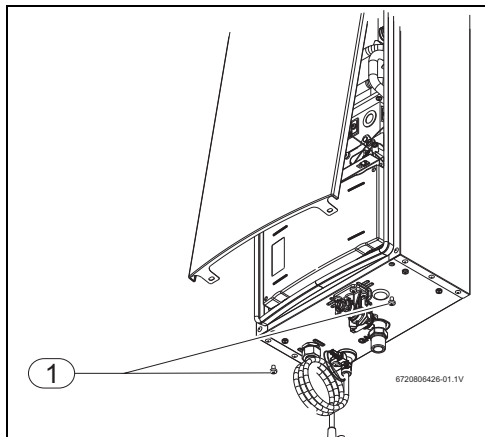

Fig. 18 Retirar a frente
- ▶ Desapertar os 2 parafusos de fixação da frente (Fig. 18, [1]).